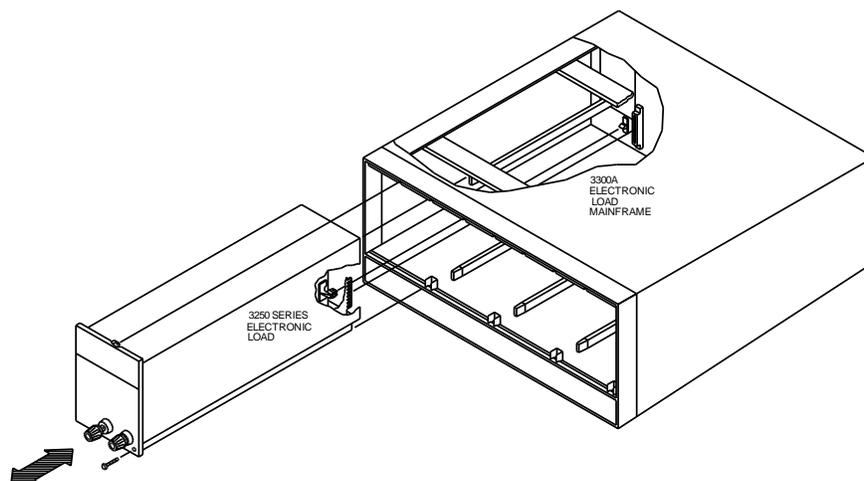

図2-2 3250Aシリーズ電子負荷モジュールの実装と取り外し
- 2.2.3 図2-2に示すように、完全に噛み合うまでメインフレームに向かって押します。フロントパネルの負荷入力端子を押して、メインフレームに3250Aシリーズ 交流電子負荷を押し込んでください。